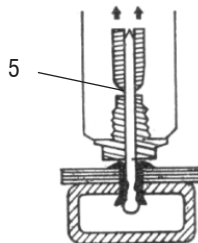

Fig. 4 – posicione o bico do rebitador
- c) Posicione o bico do rebitador sobre o mandril do rebite (5 - fig.4), observando se o diâmetro do bico está correto;